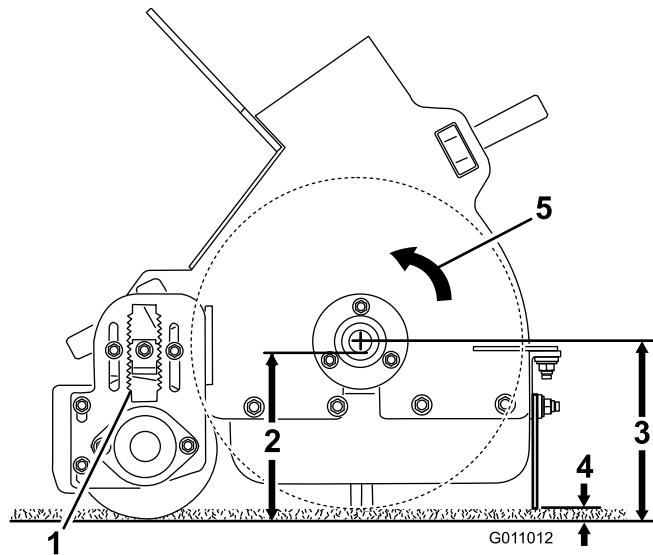
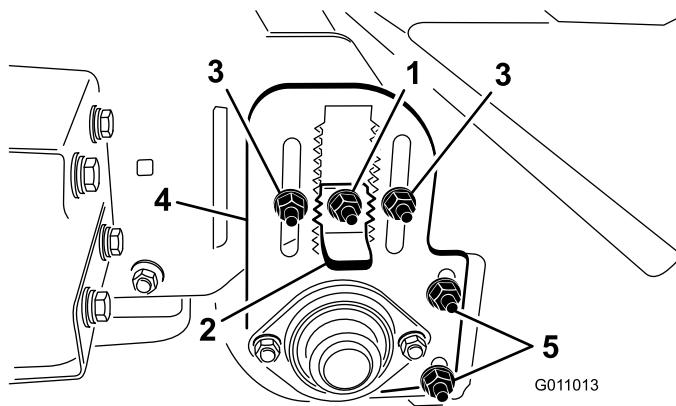

Рисунок 20
Рисунок 21
Дополнительное описание рекомендуемых настроек машины см. на Рисунок 20 и Рисунок 21.
3. Ослабьте контргайку на регуляторе высоты (Рисунок 21) так, чтобы его можно было вытянуть примерно на 13 мм.
4. Ослабьте контргайки регулировки высоты валика (Рисунок 21).
5. Вытяните выступ движка регулировки и переместите задний валик вверх или вниз, передвинув планку регулировки высоты валика на требуемую высоту (Рисунок 21).
Проверьте регулировку скребка валика (Рисунок 21): зазор между скребком и валиком должен составлять приблизительно 2 мм. Ослабьте гайки крепления скребка валика, расположите валик должным образом и затяните гайки.